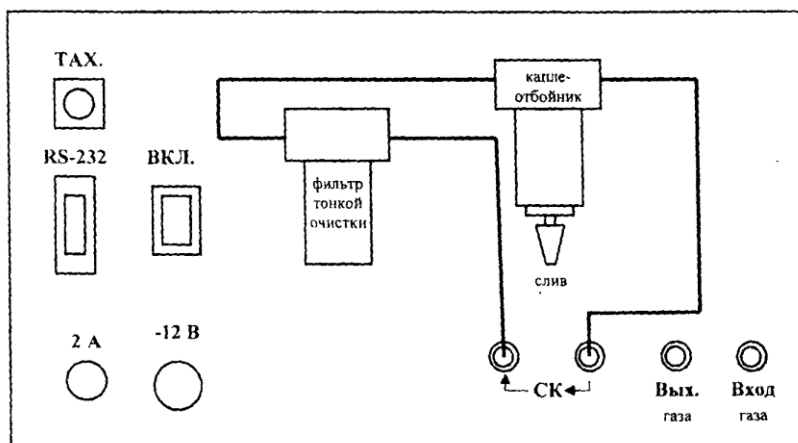

Рис. 2. Вид прибора сзади
3. К штуцеру внизу каплеотбойника подсоединить трубку для сброса конденсата. К штуцеру ВХОД подсоединить через короткую трубку из ПВХ бензиновый фильтр, к нему подсоединить пробоотборный шланг с зондом газозаборным из комплекта принадлежностей. (рис. 2).